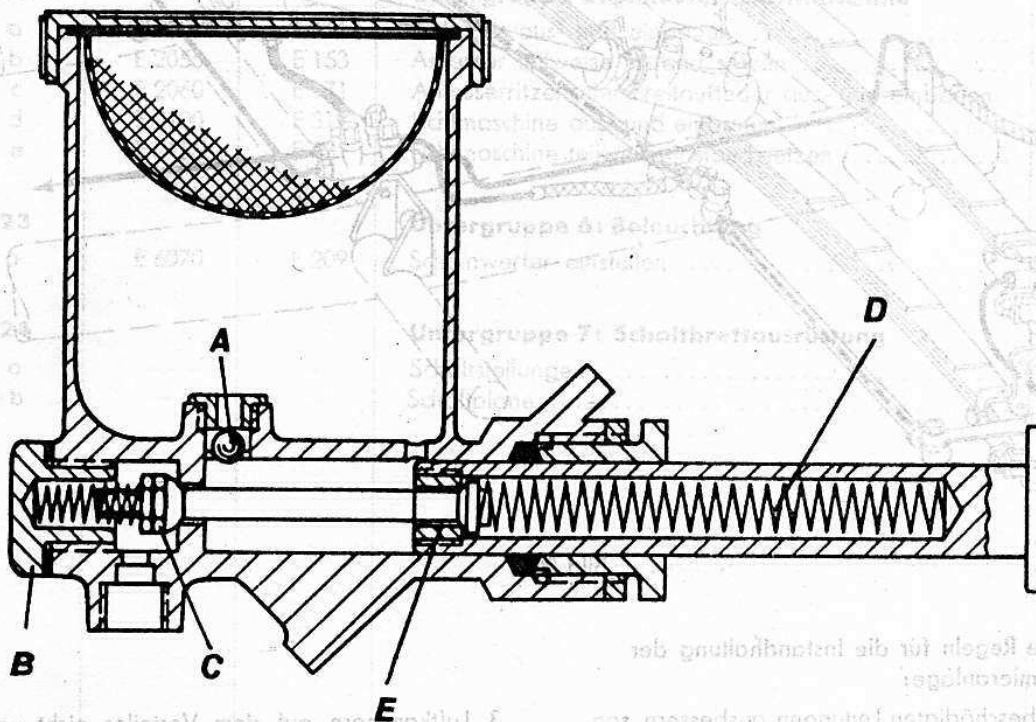

Bild 205
1. Behälter entleeren (Verschlußschraube B lösen, Bild 205).